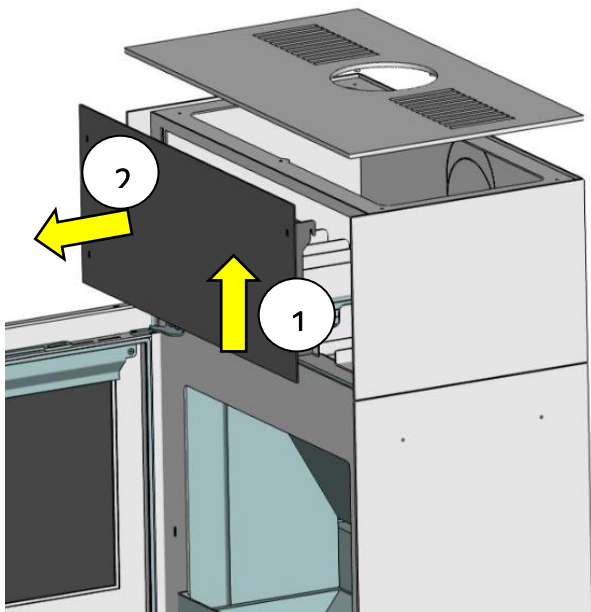
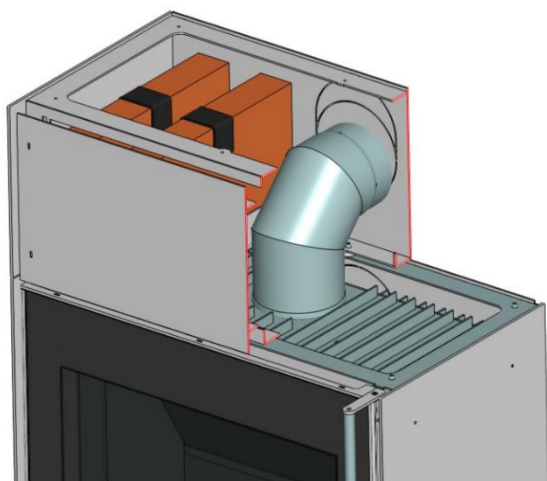

Fig. 9 : décrocher le panneau frontal
Fig. 15 : coude à 90° du tuyau de fumée
1. Veuillez tout d'abord retirer le couvercle (voir chapitre 7.4, point 1) afin d'ouvrir et de bloquer la porte du foyer de combustion. Faire coulisser maintenant le panneau frontal vers le haut et le tirer vers l'avant pour pouvoir le retirer (Fig. 9).
Le coude à 90° du tuyau de fumée wodtke cité (Fig. 15) est prévu pour un orifice rond. L'ouverture élargie peut rester telle quelle.
2. Décrocher le panneau frontal de la rehausse (Fig. 9) et insérer le coude à 90° du tuyau de fumée tel qu'ilustré sur la Fig. 15.